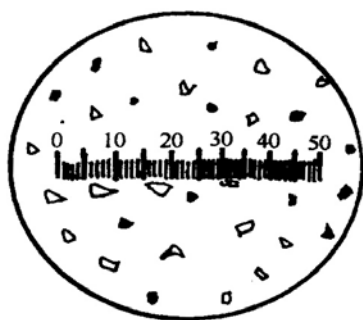

图 3 粉尘分散度的测量
4.4.3 分散度的测定: 取下物镜测微尺,将粉尘标本放在载物台上,先用低倍镜找到粉尘颗粒,然后在标定目镜测微尺所用的放大倍率下观察,用目镜测微尺随机地依次测定每个粉尘颗粒的大小,遇长径量长径,遇短径量短径。至少测量 200 个尘粒(见图 3)。按表 1 分组记录,算出百分数。